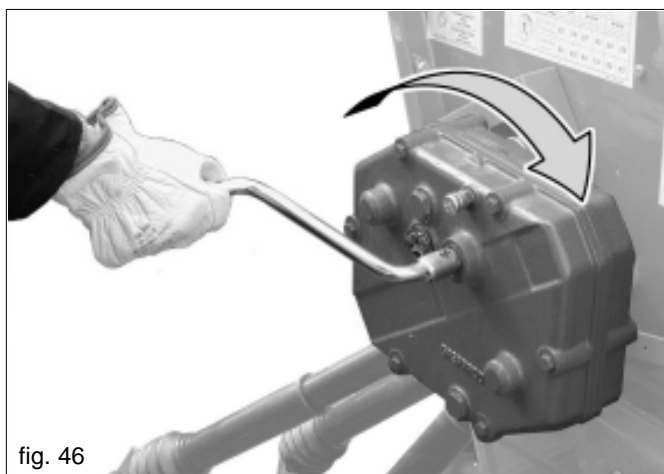

fig. 46
- 4) Die Kurbel (Abb. 46) in die Getriebespindel einsetzen und im Uhrzeigersinn drehen.